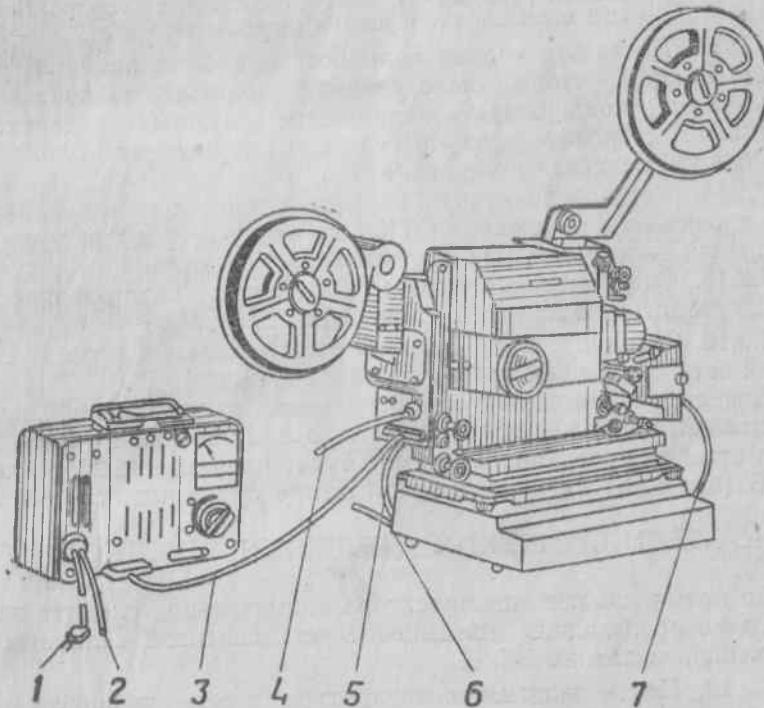

Рис. 15. Схема электрического соединения элементов киноустановки:
7.2.5. Разверните кронштейны тормозного устройства подающей бобины и наматывателя до упоров, как показано на рис. 15, вставьте в осветитель проекционную лампу с учетом указаний п. 9.1.5.2.
7.2.9. Заземлите кинопроектор, усилитель и блок питания проводом заземления 2, выходящим из блока питания (рис. 15).
7.2.10. Вставьте трехштырьковую вилку кабеля 5 питания усилителя в трехконтактную розетку, расположенную на тыльной стороне осветителя кинопроектора (рис. 15).
7.2.15. Соедините кинопроектор с блоком питания при помощи жгута питания кинопроектора 3 (рис. 15).
7.2.16. Соедините блок питания со штепсельной розеткой питющей сети с помощью сетевого кабеля 1 (рис. 15).